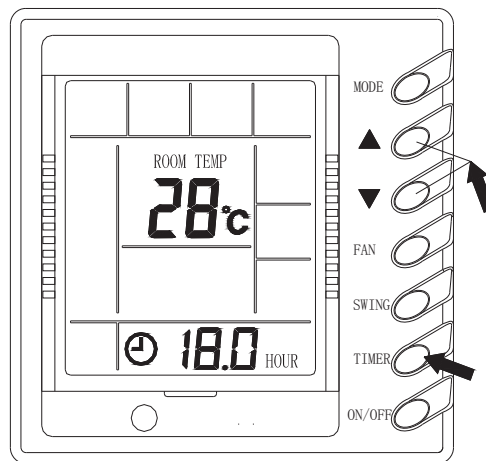

Рис.3
**Примечание:** на рисунке 2 показан проводной пульт в выключенном состоянии с подачей на него питания. При подаче питания на пульте будет отображаться температура окружающей среды, как при включенном состоянии, так и при выключенном. Отсутствие разделительной сетки дисплея пульта означает, что кондиционер выключен (Например как на Рис. 3 расположенном ниже).